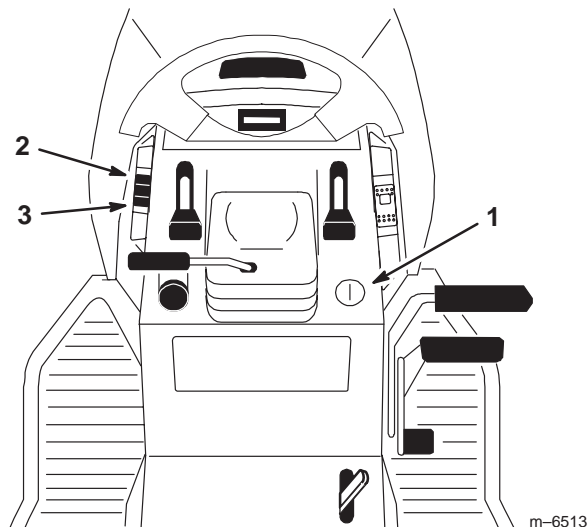

Bild 20
Mit dem Hub (Bild 20) für Zusatzgeräte heben und senken Sie diverse Geräte, die an den Traktor angebaut werden können.
1. Drehen Sie den Zündschlüssel auf **Ein** oder **Lauf** (Bild 20).
2. Schieben Sie den Hubschalter auf **Auf**, um den Anbaugerätehub anzuheben (Bild 20). In dieser Stellung wird das Gerät in die(er) obere(n) oder gehobene(n) Stellung gehoben oder gehalten.
2. Schieben Sie den Hubschalter nach unten, um den Anbaugerätehub abzusenken (Bild 20). Das senkt den Gerätehub ab.